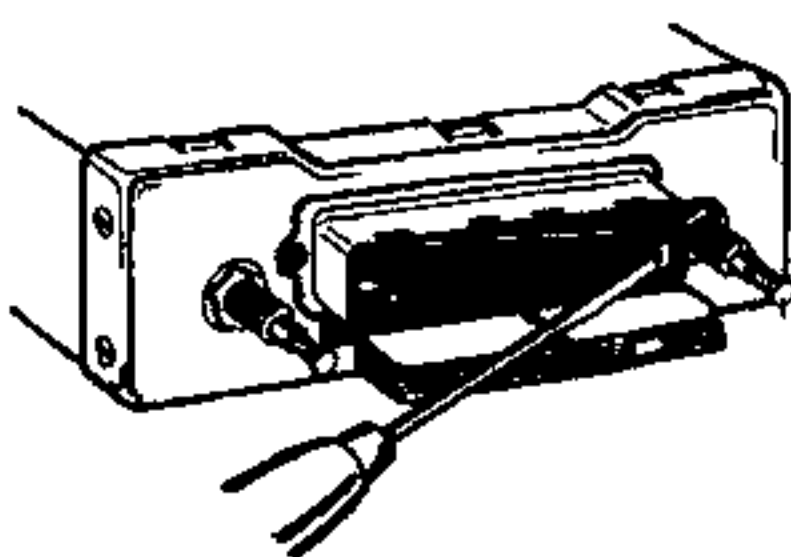

Fig. 46
4. Reflektor herausnehmen, Fig. 46.
3. Reflektor herausnehmen, Fig. 46.
4. Remove reflector, Fig. 46.
3. Remove reflector, see Fig. 46.